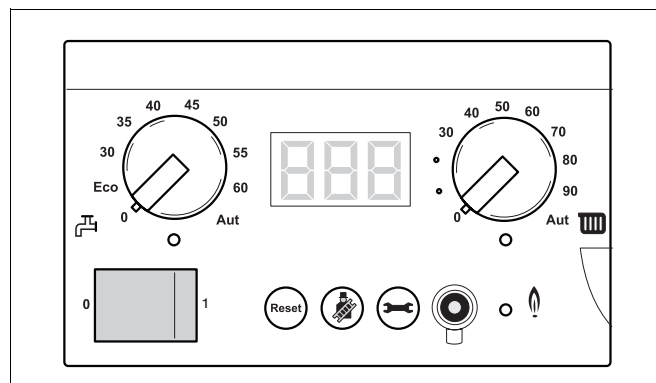

Рис. 102 Отключение напряжения отопительной установки
- Отключите напряжение от отопительной установки (рис. 102).